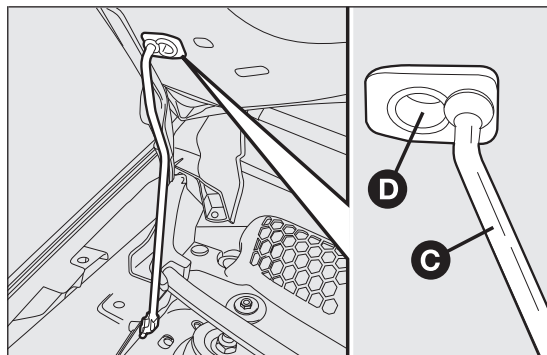

fig. 86
- ☐ tirer le levier B fig. 86 et soulever le capot.
- ☐ d'une main, tenir le capot soulevé et de l'autre, enlever la béquille C fig. 86 du logement D et la remettre dans son dispositif de blocage ;